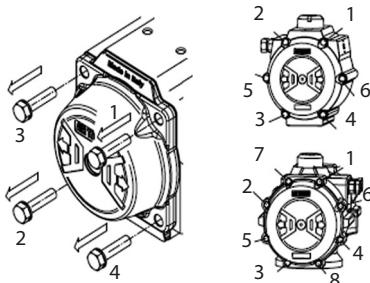

Bild 9: Deckeldemontage
- Die Deckelschrauben (Pos. 13) einsetzen und nach der Reihenfolge anziehen (siehe Bild 9:).